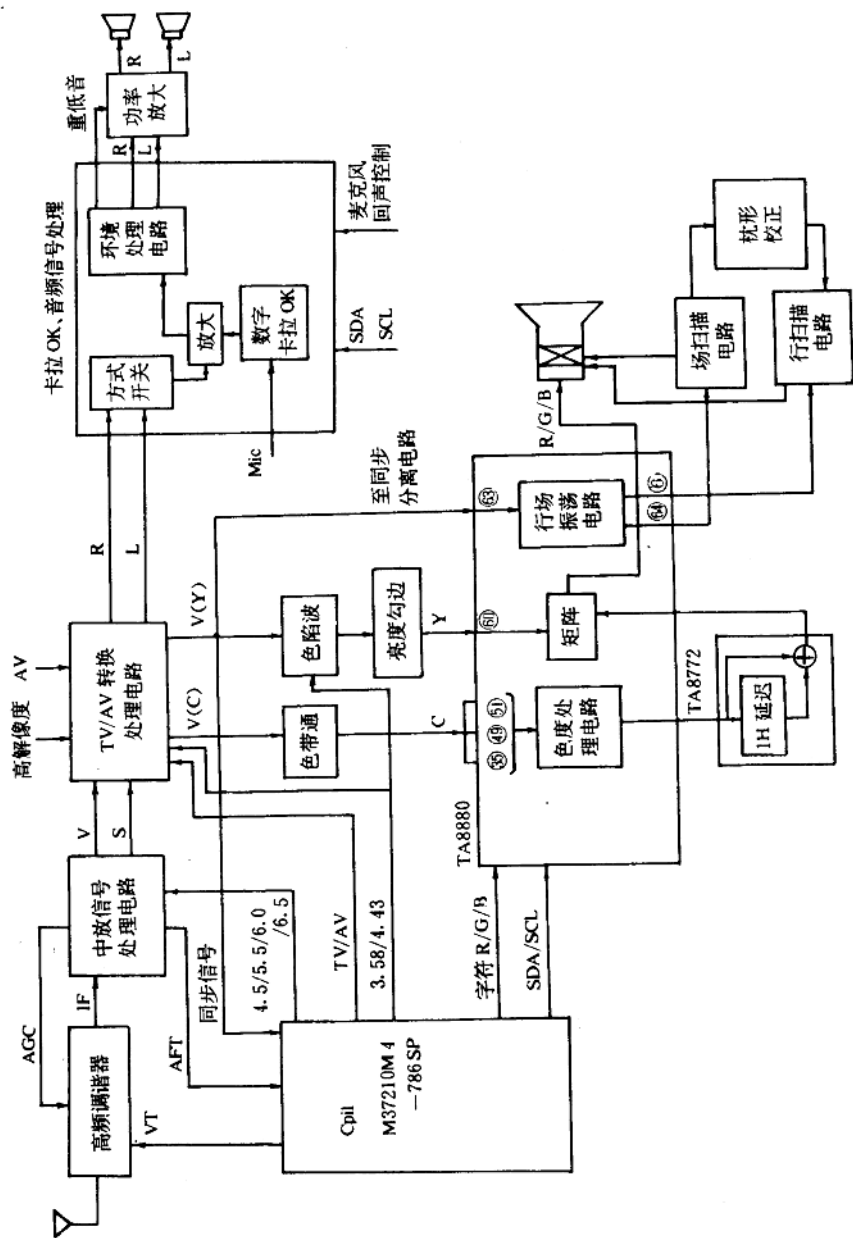

图 1-1 熊猫 3418 彩色电视机整机框图
整机框图见图 1-1 所示,高频头对电视台发射的高频信号进行选择放大,经变频后得到中频信号,送入中放信号处理电路盒,处理后输出的视频信号和音频信号送入 TV/AV 转换处理电路板,在 CPU(M37210M4-786)控制下,选择 TV、AV、S-VHS 中一路信号输出。如果接收的是 PAL 制信号,则 TV/AV 转换处理电路板输出的复合视频信号经色陷波电路取出亮度信号经亮度勾边电路送至 TA8880⑥脚,同时复合视频信号输入 TA8880③脚进行同步分离。另外复合视频信号经色带通取出色度信号至 TA8880④脚。如果接收的是 3.53NTSC 制信号,则 TV/AV 转换处理板输出的不是复合视频信号,而是亮度信号和色度信号,亮度信号经亮度勾边电路到 TA8880⑥脚,同时亮度信号也输入到 TA8880③脚进行同步分离。色度信号经带通滤波器送入 TA8880④脚。TA8880 集成块对色度信号直接检波得到 B-Y、R-Y 基带色差信号,对于 PAC 制、SECAM 制而言,基带色差信号经过 TA8772 集成块延迟一行,并将直通信号与延迟信号相加;而对于 NTSC 制而言,解调出的基带色差